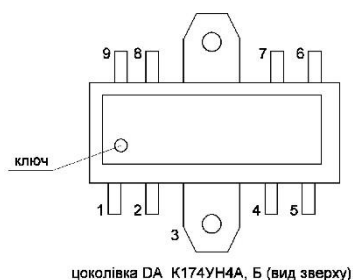

Рис. 2
низької частоти; це додано автором до схеми детектора, описаного в (1). для стабільності режимів роботи транзисторів; ПВЧ живиться стабілізованою напругою 4,7, за рахунок застосування стабілітрона VD1. У приймачі автором застосовані транзистори з такими коефіцієнтами підсилення по постійному струму h_{12E} : VT1-70, VT2-140, VT3-70. Якщо застосувати транзистори з такими ж коефіцієнтами, то ніякого налаштування не знадобиться, тобто резистори R1, R5 необхідно застосувати такі ж, як зазначено у схемі. Низькочастотний сигнал знімається з потенціометра R13 та подається на підсилювач низької частоти на мікросхемі DA1 типу K174УН4А, яка на навантаженні 8 Ом забезпечує максимальну потужність 0,8 Вт. За основу взято типову схему включення мікросхеми, проте в результаті експерименту з'ясувалося, що краще збільшити глибину зворотного негативного зв'язку; для цього опір резистора R15 з 1,8 ком (у типовій схемі) було збільшено до 3,6 ком; при цьому знизилася трохи чутливість, але УНЧ працює стійко - немає збуджень. Крім цього, аналіз «начинки» мікросхеми дозволив використовувати 1-й вивід мікросхеми для збільшення струму спокою кінцевих транзисторів на 10 мА- таким чином вдалося зменшити спотворення при максимальній потужності; без збільшення струму спокою спостерігалися спотворення типу "сходинки". Як показує практика, мікросхема K174УН4А не виходить з ладу від такого струму спокою та працює тривалий час. Якщо опір резистора R16 збільшити, струм спокою зменшиться. Якщо приймач передбачається використовувати як похідний, де важливо економний режим роботи, то резистор R16 можливо вилучити, і приймач буде споживати тільки 22 мА. Мікросхема встановлюється на невеликому радіаторі $S=30 \text{ см}^2$. Підказка цоколювки мікросхеми наведена на **рис. 2**.